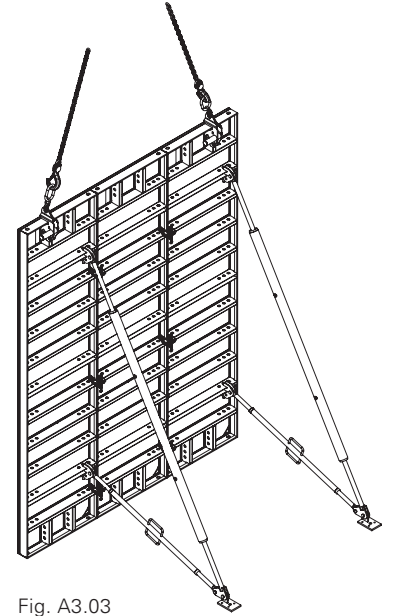

Fig. A3.03
3. Trasladar los paneles suspendidos de la grúa al lugar de uso. (Fig. A3.03)